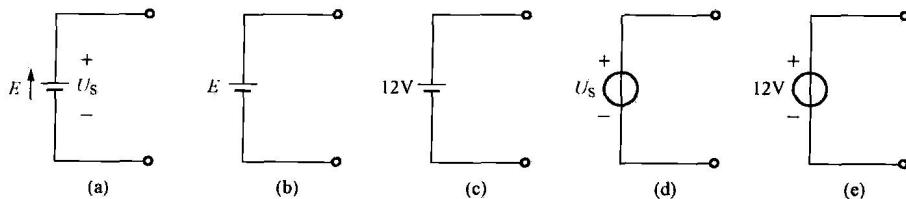

图 1-4 直流电压源的简化标示法
(3) 电动势的方向：从电源的负极指向正极。
(4) 电动势的单位：电动势的单位也是 V（伏特）。
(5) 直流电源的简化标示法，如图 1-4 所示。